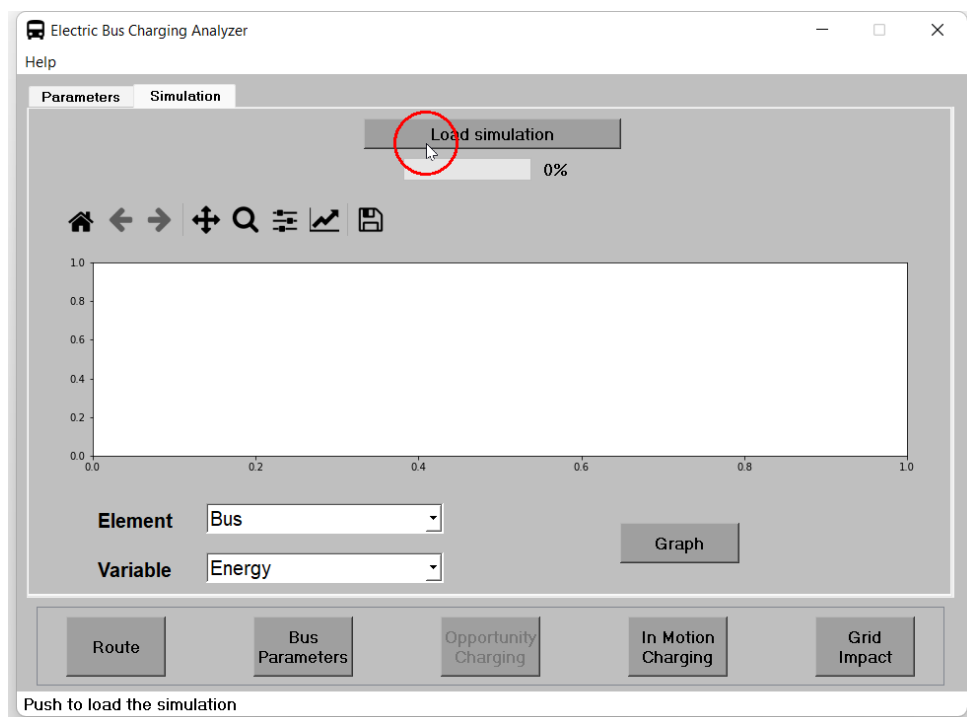

Figura 30: Cargar simulación.
3. Ahora, se presiona el botón **Load simulation** para cargar la simulación (figura 30).